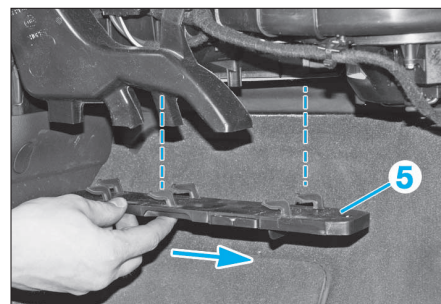

FIG. 4
- Pousser le couvercle (5) dans le sens de la flèche (Fig.4) et le déposer.